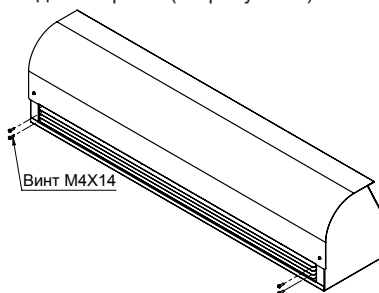

Рисунок 4
- С передней воздуховыпускной решетки выкрутить крепежные винты M4x14 по 2 шт. с каждой стороны (см. рисунок 4).